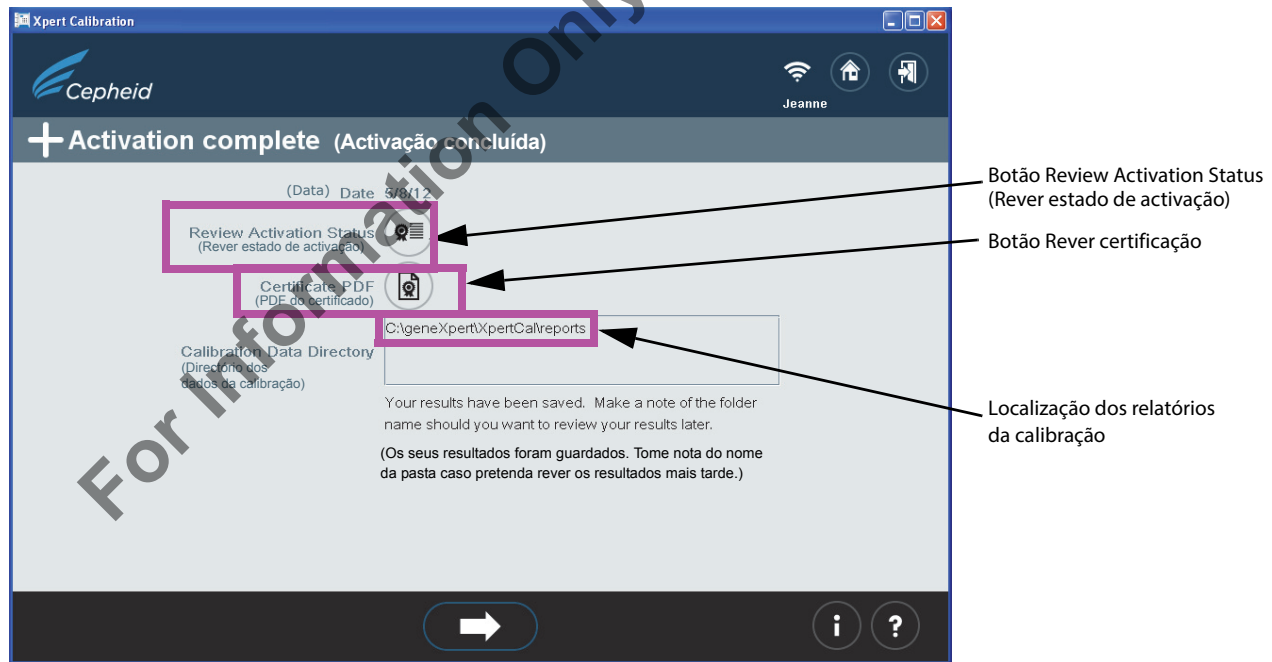

Figura 25. Ecrã Activation complete (Activação concluída)
22. Depois de todos os códigos de activação terem sido aplicados a módulos com testes bem sucedidos (os módulos verdes que aparecem com o símbolo “+”), aparece o ecrã **Activation complete (Activação concluída)**. Consulte Figura 25. Este ecrã mostra a localização do relatório de Dados da calibração, que está disponível para revisão, se desejar.
Nota: Para ver os seus resultados da calibração, consulte o passo 22 e a Figura 25 que mostram o caminho do ficheiro e a localização dos resultados da calibração e o PDF de certificação e o relatório do módulo com falha.